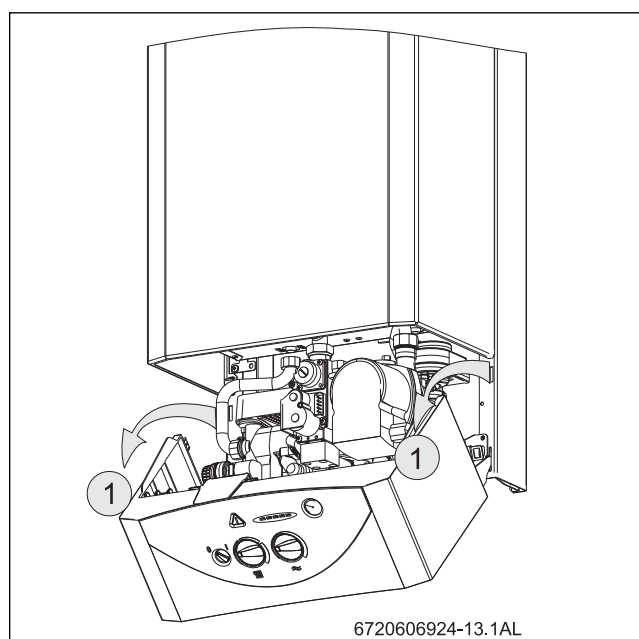

Fig. 49 Posición de servicio para el ajuste del gas
- ▶ Desconectar el interruptor principal (O) del aparato.
- ▶ Colocar el panel de mandos en la posición de servicio (ver Fig. 49).
- ▶ Aflojar el tornillo obturador (3) y conectar el manómetro de columna de agua al racor de medición.